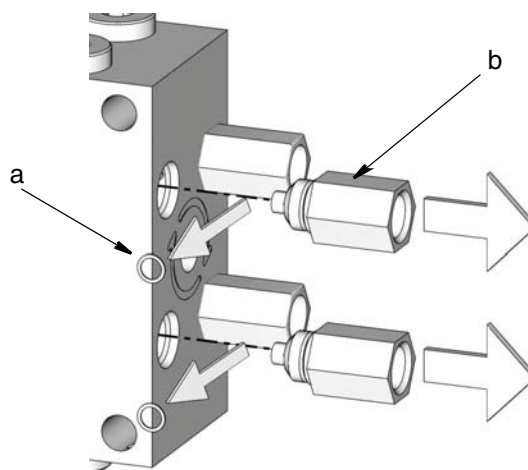

FIG. 2
1. Retirez le joint (a) de l'adaptateur de sortie (b) (FIG. 2).